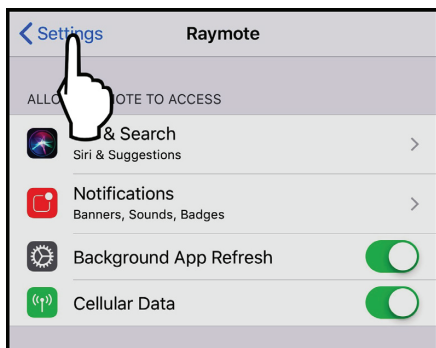

Figure 91. Sélectionnez menu "Settings"
5. Appuyez sur Paramètres pour afficher le menu des paramètres, voir **Figure 91**.